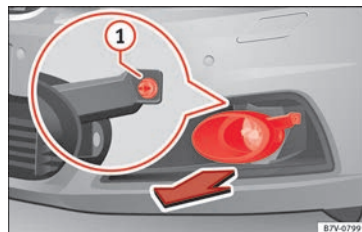

Fig. 108 En la parte derecha del parachoques delantero: desmontaje de los faros.
1. Tire de la cubierta hacia delante, en el sentido de la flecha » **fig. 108**.
2. Desenrosque el tornillo de fijación » **fig. 108 ①** con el destornillador de las herramientas de a bordo » **pág. 88**.
10. Apriete el tornillo de fijación » **fig. 108 ①** con el destornillador.
11. Coloque la cubierta en el parachoques » **fig. 108**.